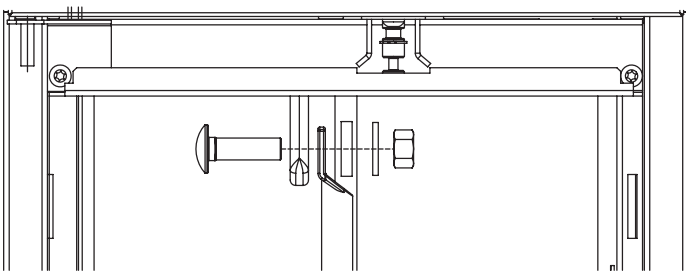

Figura 94. Conexión de los cables
- Conectar los cables terminales como se muestra en la figura 94.